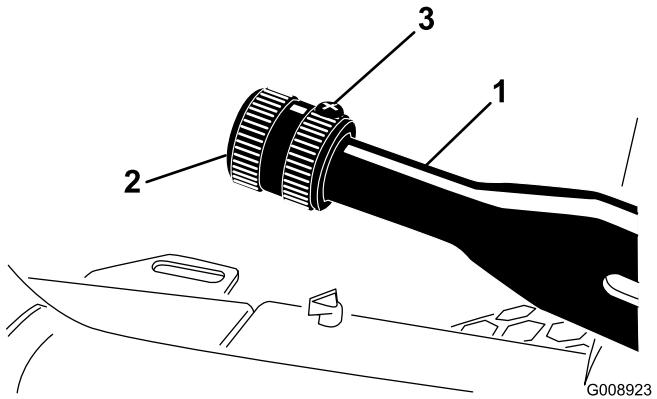

Bild 58
1. Lockern Sie die Stellschraube, mit der das Handrad am Feststellbremshobel befestigt ist (Bild 58).